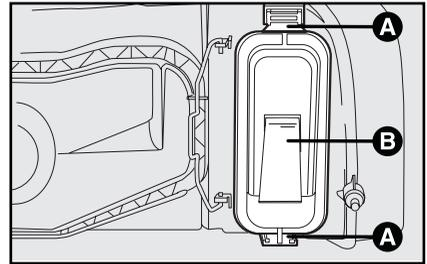

Abb. 15
2) Die Federn **A, Abb. 15** aushaken und den Deckel **B** entfernen;
5) Die neue Lampe einsetzen, die Lampehalterung und den Deckel **B, Abb. 15** wieder einbauen.
- 2) Aushakung der Federn **A**, **Abb. 15** und Abnahme des Deckels **B**;
- 5) Nach Auswechseln der Lampe die Lampenhalterung und den Deckel **B**, **Abb. 15** wieder einbauen.